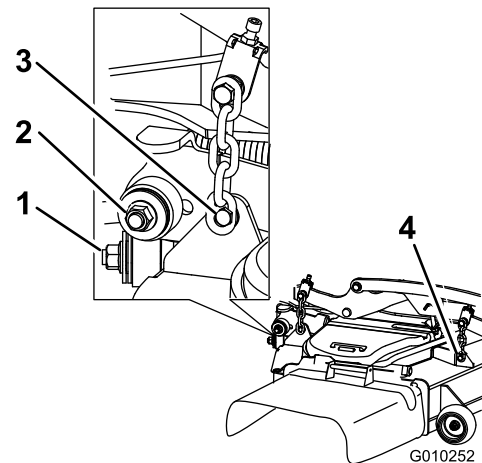

Figura 104
7. Retire y guarde los herrajes de ambos lados de la carcasa (Figura 104).